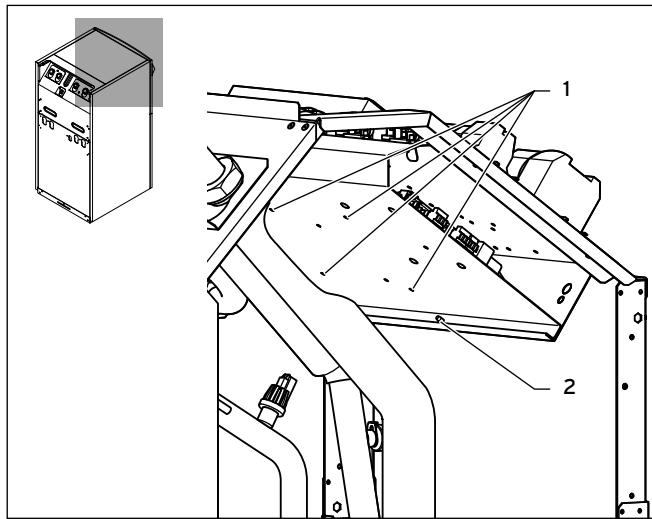

Bild 4.4 Montera fästplattorna geoTHERM VWS/VWW/VWL-S ..1 och VWS ..4
- Anslut den vita ingångskabeln (7) till de tre högra anslutningsklämmorna (11).
- Anslut den svarta utgångskabeln (6) till de tre vänstra anslutningsklämmorna (12).
- Stick in ASB-fasövervakningskabelns trepoliga kontakt (2) i fasövervakningskompressorns uttag.
- Anslut kontakten på kompressorns fasövervakningskabel (9) till den tvåpoliga kontakten på ASB-fasövervakningskabeln (8).
- Montera kabelhållaren (10) på avsett ställe i kopplingsboxens nedre del för att hålla fasövervakningskabeln på plats.
- Fäll åter upp undre lådplanet och dra åter fast skruven (→ Fig. 4.4, Pos. 2).